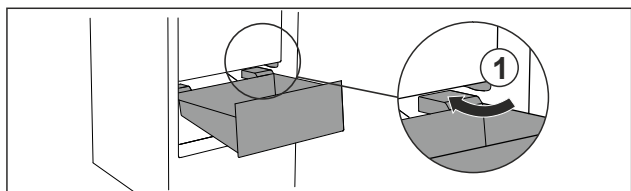

Fig. 67
- ▶ Прокарайте чекмеджето под ъгъл около ограничителите Fig. 67 (1).